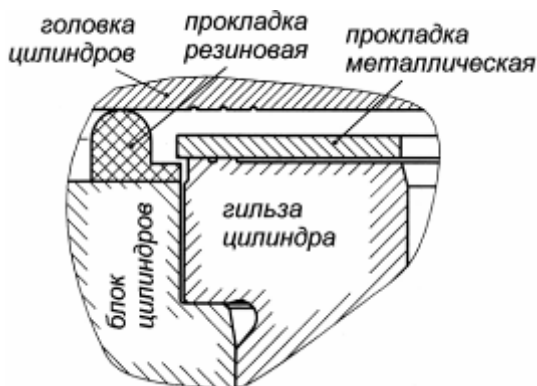

Рис. 9. Схема расположения деталей в месте уплотнения газового стыка
3. Головки цилиндров двигателей ЯМЗ-238ДЕ2 (основная комплектация) индивидуальные и устанавливаются на каждый цилиндр, каждая головка крепится к блоку шестью шпильками, имеющими длину 209 мм и 248 мм. В головку запрессован чугунный стакан форсунки. Стакан в верхней части уплотнен резиновым кольцом. Привалочная к блоку цилиндров поверхность в зоне уплотнения гильз цилиндров имеет три кольцевые проточки. Уплотнение стыка головки цилиндров, блока и гильзы (рис. 9) осуществляется прокладкой состоящей из металлической прокладки, уплотняющей газовый стык, и резиновой прокладки, уплотняющей отверстия прохода штанг, масла и охлаждающей жидкости. Металлическая и резиновая прокладка устанавливаются на штифты блока. Металлическая прокладка выпускается четырех размеров по толщине (1,1 мм; 1,3 мм; 1,5 мм; 1,7 мм) и подбирается при сборке двигателя индивидуально с целью достижения оптимального надпоршневого зазора в каждом цилиндре. В запасные части поставляется прокладка толщиной 1,7 мм.